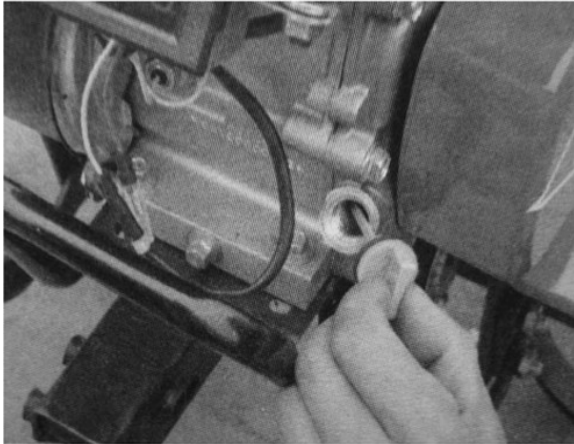

Figure 3
- Aflojar la varilla de control del nivel del aceite y limpiarla frotándola (ver fig. 3)